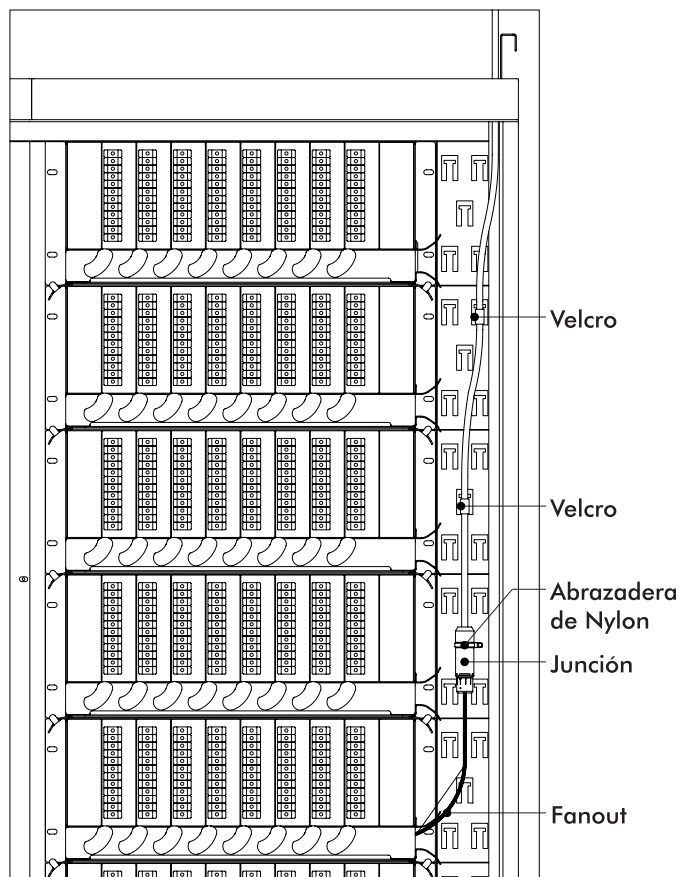

Figura 9
2. Guíe los cables Trunks — Fanouts hasta cerca de los Sub-Racks por la parte posterior del paso lateral de cables del Rack FTH-900. Utilice el Velcro doble cara para la fijación durante el camino y las abrazaderas de Nylon de 150 mm en la fijación de la junción. Según mostrado en la Figura 9.